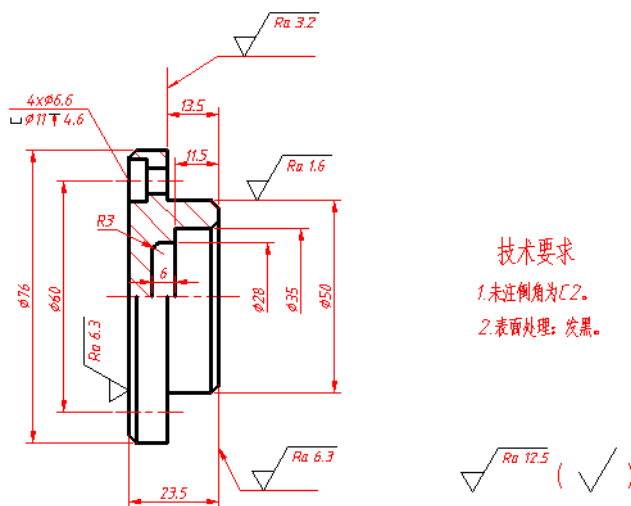

图 15-156 绘制零件图练习
- (1) 在绘制与圆弧或圆均相切的直线时，应该如何指定相应的切点？
- (2) 如果要频繁修改平面图中的图形形状尺寸，那么最佳的设计方法是不是使用参数化功能？在使用参数化功能的一般思路是怎样的？
- (3) 在绘制工程零件时，哪些标注项目可以使用属性块的方式？
- (4) 上机练习：绘制图 15-156 所示的图形，并在新文件中创建其三维模型。